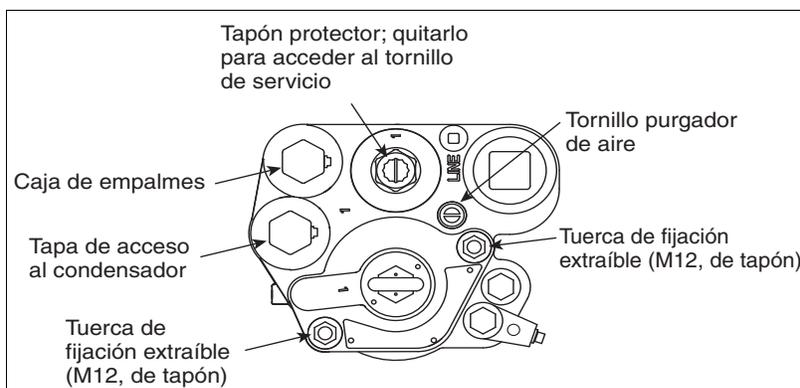

Figura 26. Tuercas de fijación extraíbles
2. Quite las dos tuercas de fijación extraíbles y deséchelas (véase la Figura 26). Los resortes de las espigas de retención que se encuentran entre la brida de la unidad extraíble y el distribuidor harán que suba la unidad extraíble y que se suelten los sellos.
15. Dele entre 2 y 3 vueltas al tornillo purgador de aire en el sentido contrario a las agujas del reloj (véase la Figura 26).
2. Quite y guarde el tapón protector que cubre el tornillo de servicio y gire el tornillo en el sentido de las agujas del reloj (véase la Figura 26 en la página 33). Conforme el tornillo se acerca a su posición más baja, oirá cómo se despresuriza el sistema. Siga girando el tornillo hasta su tope. Cuando el tornillo esté totalmente bajado, aflójele 4 vueltas para elevar la válvula de retención y que el combustible salga de las cavidades hidráulicas del distribuidor. Siga girando el tornillo en el sentido contrario a las agujas del reloj hasta que oiga que la válvula de retención baja y se coloca en su lugar.
8. Abra el tornillo purgador de aire dándole entre 2 y 3 vueltas en el sentido contrario a las agujas del reloj (véase la Figura 26).